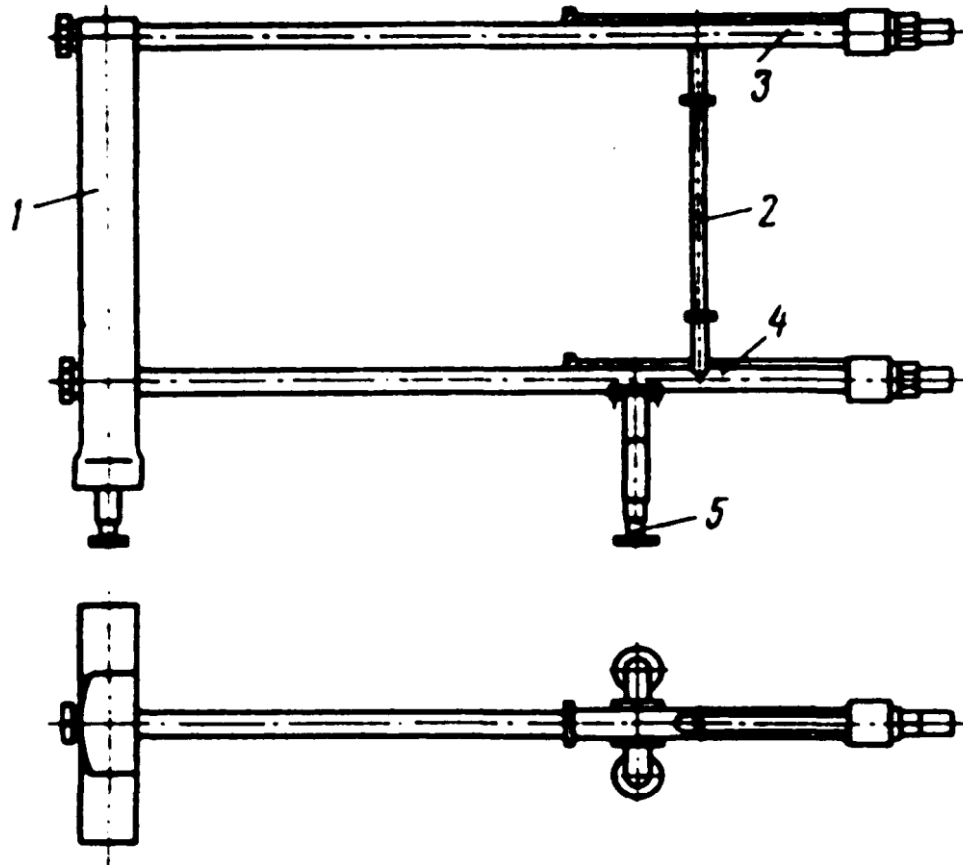
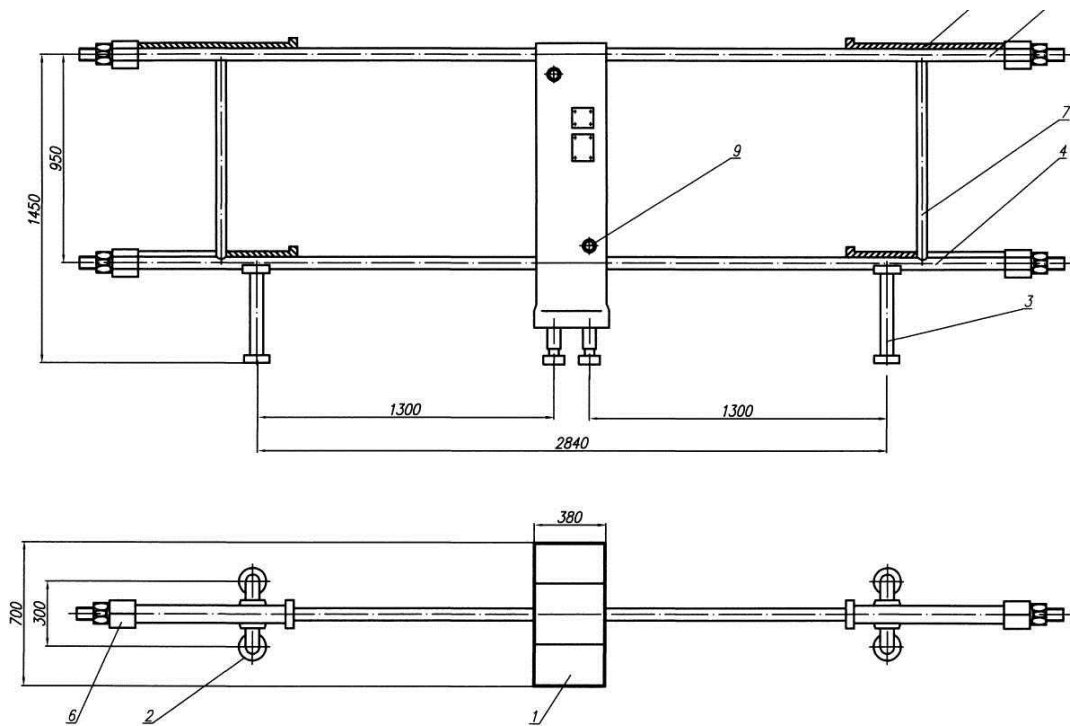

Рис. 3. Рама розбірного одностороннього пластинчастого теплообмінника:
Рис. 4. Рама розбірного двоостороннього пластинчастого теплообмінника:
**Монтаж пластинчастого теплообмінника.** Пластинчастий теплообмінник встановлюють на чистій підлозі без кріплення на опорних ніжках. Одночасно із цим перевіряють положення трубопроводів, що з'єднують пластинчастий теплообмінник із сепараторами, гомогенізатором і насосом. Рами одностороннього та двостороннього теплообмінників представлено на рис.3, рис.4.